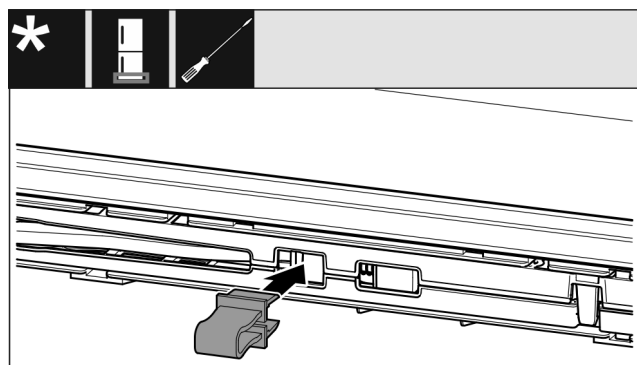

Fig. 14
- Pojistku nechte zapadnout do otvoru Fig. 14 ().